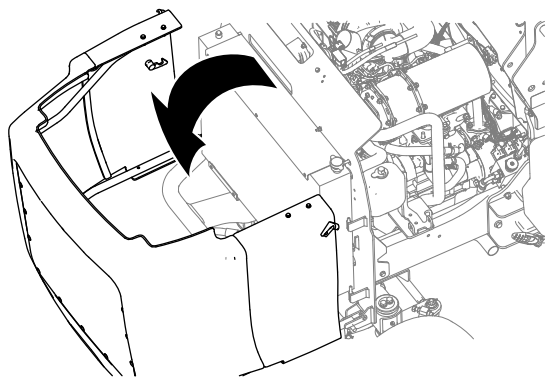

Figura 69
5. Sbloccate e aprite il cofano (Figura 69).